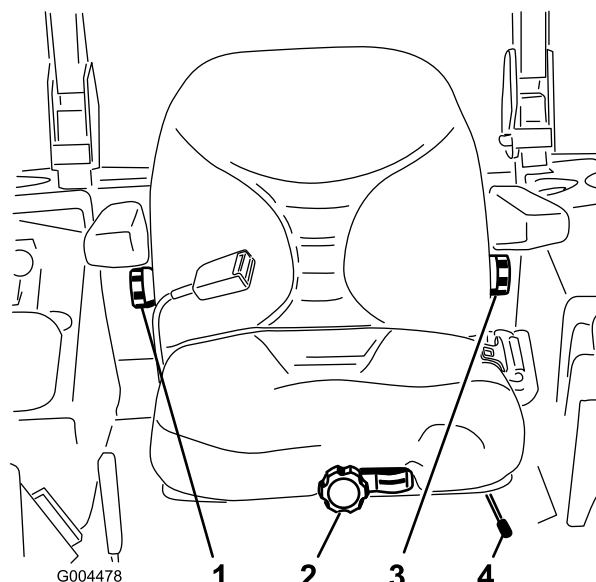

Figura 54
1. Mueva la palanca lateralmente para desbloquear el asiento (Figura 54).
Sin sentarse en el asiento, gire el pomo situado en la parte delantera en cualquier sentido hasta encontrar la posición más cómoda (Figura 54).
Para ajustarlo, gire el pomo situado debajo del reposabrazos derecho en cualquier sentido hasta encontrar la posición más cómoda (Figura 54).
Para ajustarlo, gire el pomo situado debajo del reposabrazos izquierdo en cualquier sentido hasta encontrar la posición más cómoda (Figura 54).